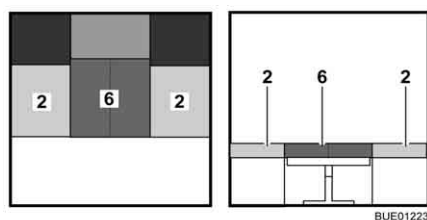

Fig. 91 Après la transformation
- Déplier le coussin supplémentaire (Fig. 91,6) et le placer entre les coussins d'assise (Fig. 91,2).